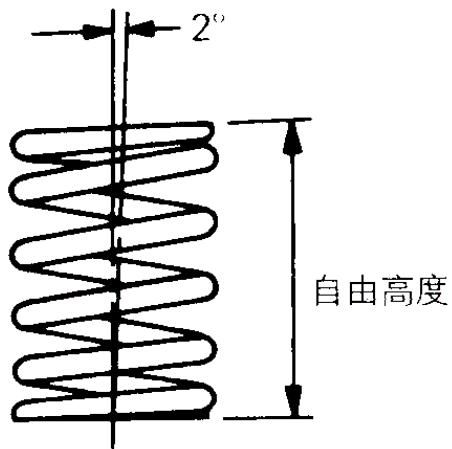

图 2-61 测量气门弹簧的自由高度
(1) 如图 2-61 所示, 测量气门弹簧的自由高度, 气门弹簧自由高度标准值为 47.5mm, 极限值为 46.5mm。如果小于极限值, 应予以更换。